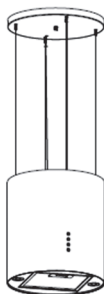

Рис. 8
10. Установите декоративную панель, отрегулируйте регулировочный винт так, чтобы вытяжка была установлена на нужном уровне, одновременно с этим обеспечивая распределение нагрузки между 4 тросами, закрепите шнур питания вдоль троса, используя проволочную стяжку. См. рис. 8. Установка завершена.